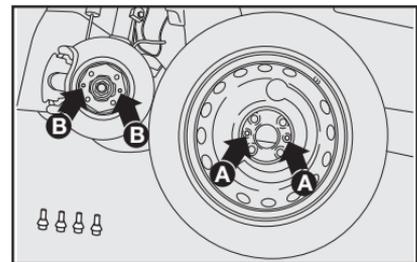

fig. 8
- Montar a roda sobresalente, encaixando os furos **A-fig. 8** com os respectivos pinos **B-fig. 8**.